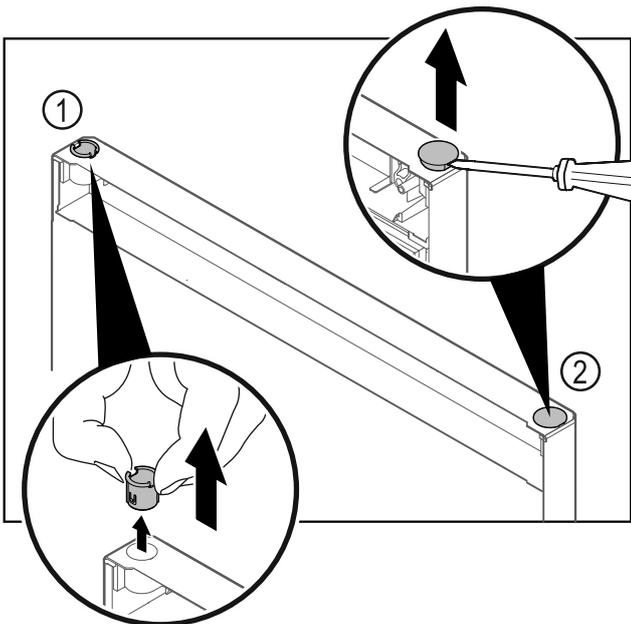

Fig. 28 冷藏区门
▶ 用手指拔出合页衬套 Fig. 28 (1)。
▶ 用带槽螺丝刀小心撬起盖塞 Fig. 28 (2)并将其拔出。